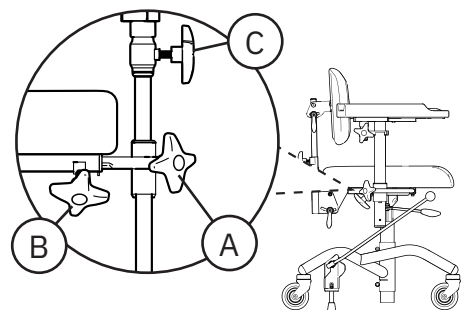

Figure 5.36. Accoudoir Hemiplegi.
Les accoudoirs Hemiplegi sont réglables en hauteur (A), en largeur (B) et en rotation (C), voir figure 5.36.